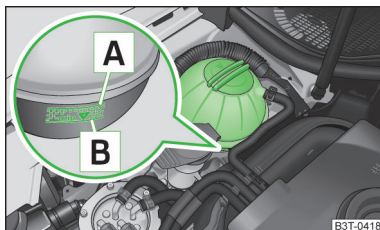

Fig. 156
Per il rabbocco si consiglia di utilizzare solo l'antigelo indicato sul serbatoio di espansione liquido di raffreddamento. » fig. 156 a pagina 203
- Quando si aggiunge il liquido di raffreddamento, non superare la tacca A » fig. 156 a pagina 203.
- Controllare il livello di liquido di raffreddamento nel serbatoio di espansione liquido di raffreddamento » fig. 156.